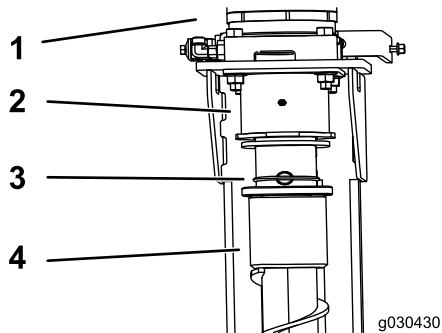

Figura 1
4. Sujetando las estacas, retire las juntas tóricas y los pasadores que sujetan las estacas a los motores (Figura 1).
5. Sujetando las estacas, retire los pasadores y los clips que sujetan las estacas a los motores (Figura 1).